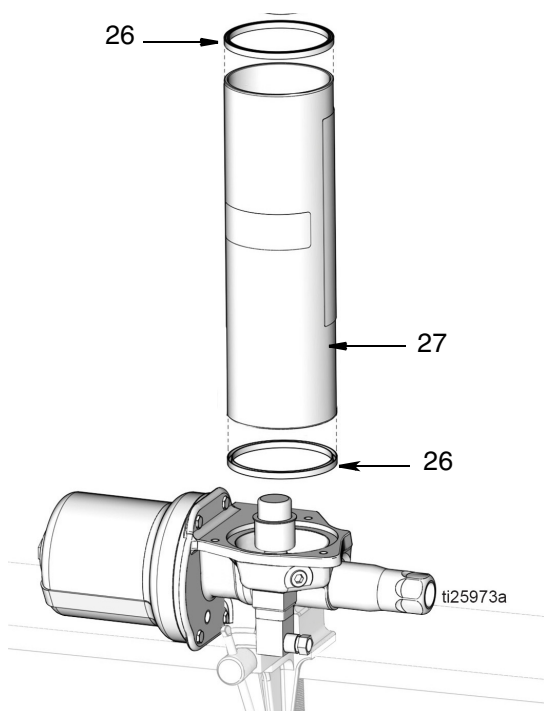

FIG. 56
10. Installare le guarnizioni del serbatoio (26) nella parte superiore e inferiore del serbatoio (27) come mostrato in FIG. 56.